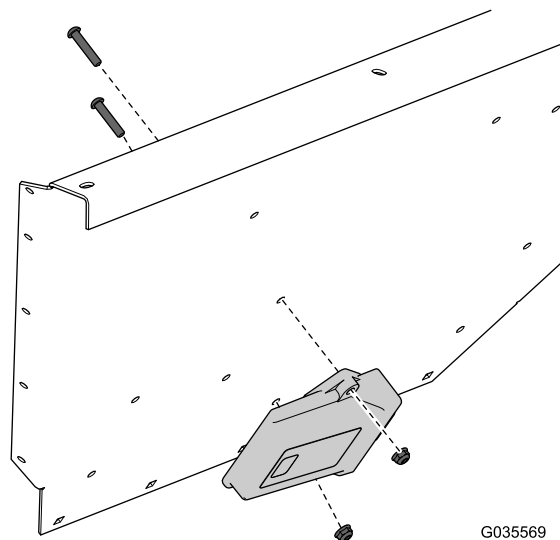

Figura 3
8. Retire a unidade da base de controlo remoto da proteção do para-choques (Figura 3).